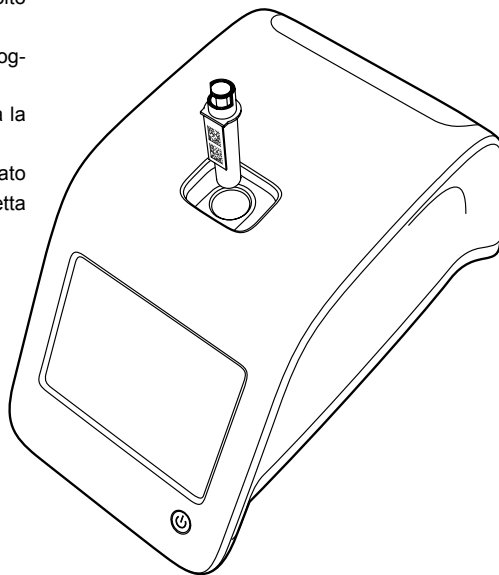

Figura 20
2. Inserire la cuvetta nell'alloggiamento di misurazione, nella posizione corretta. Il codice a barre della cuvetta deve essere rivolto verso di voi (vedi **Figura 20**).